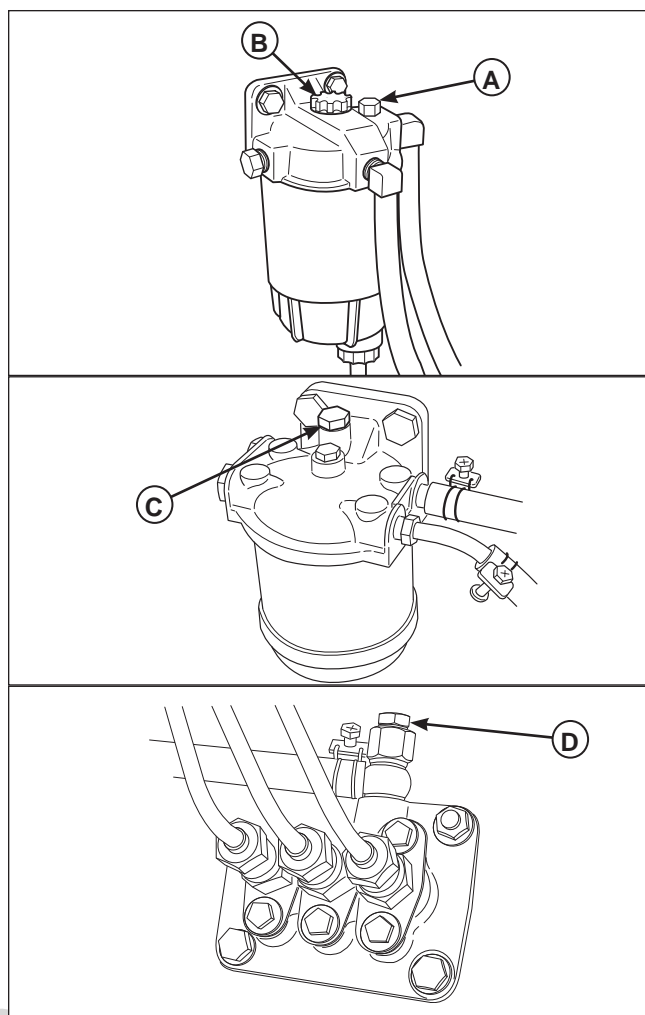

Figure 2. Amorce du circuit de carburant
1. À l'aide d'une clé de 1/2 pouce, desserrer la vis de purge d'air (A, figure 2) sur le séparateur d'eau de 2 ou 3 tours.
2. Desserrer la pompe manuelle d'amorçage (B) située sur le dessus du séparateur d'eau. Faire fonctionner la pompe manuelle vers le haut et bas jusqu'à ce que le carburant soit exempt de tout écoulement d'air des orifices d'aération.